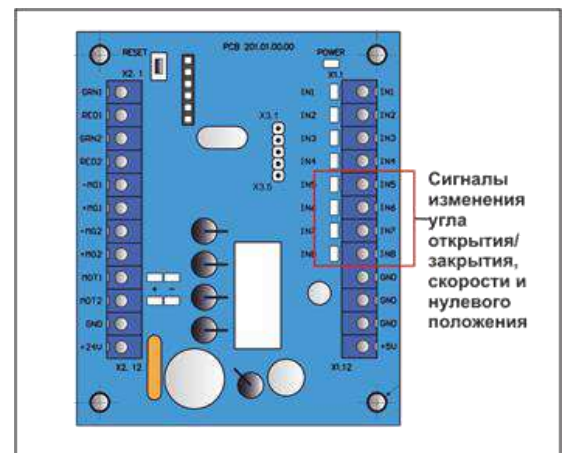

Рис. 24 – Сигналы изменения угла поворота на контроллере PCB 201
6. Проверить состояние сигналов (Рис.24) на контроллере PCB 201 – клеммы: IN5, IN6, IN7, IN8 при повороте поводка: